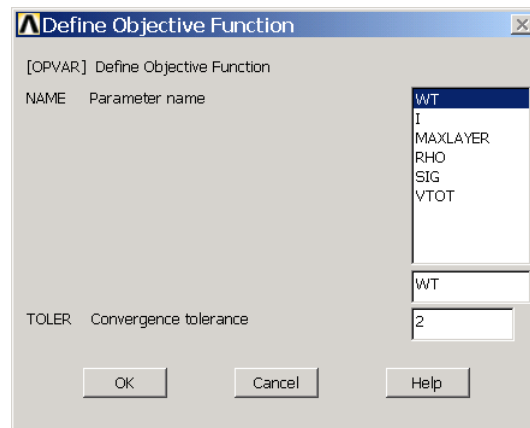

图12.40 定义目标函数
(32) 单击 Main Menu>Design Opt>Objective 菜单，弹出如图 12.40 所示的【Define Objective Function】对话框。在【Parameter name】列表框中选择【WT】，在【Convergence tolerance】文本框中输入【2】，然后单击【OK】按钮，完成目标函数的定义。